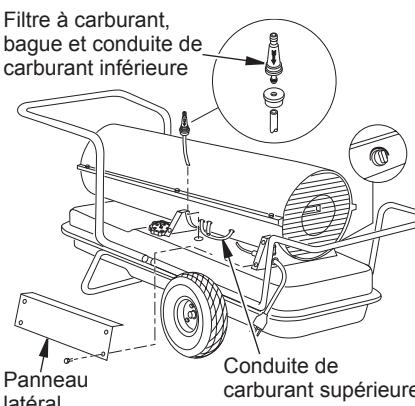

Figure 20 - Retrait du filtre à carburant Modèles 115/165
4. Retirez soigneusement la bague, le filtre à carburant et la conduite de carburant inférieure (modèles 115/165 uniquement) du réservoir de carburant (voir figure 20).